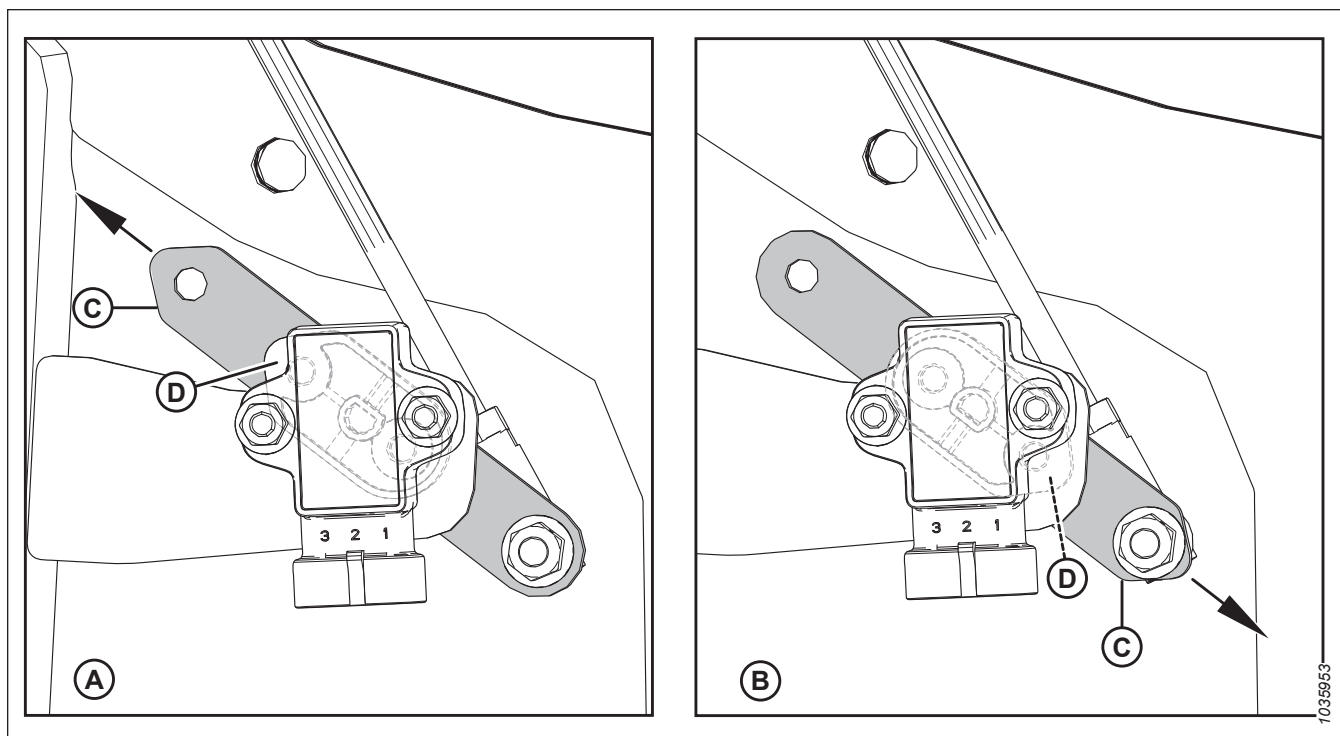

Figura 3.329: Configurațiile brațului senzorului/acului indicator
- Verificați dacă brațul senzorului (C) și acul indicator (D) sunt configurate corespunzător pentru utilajul dvs., consultați Figura 3.329, pagina 224.